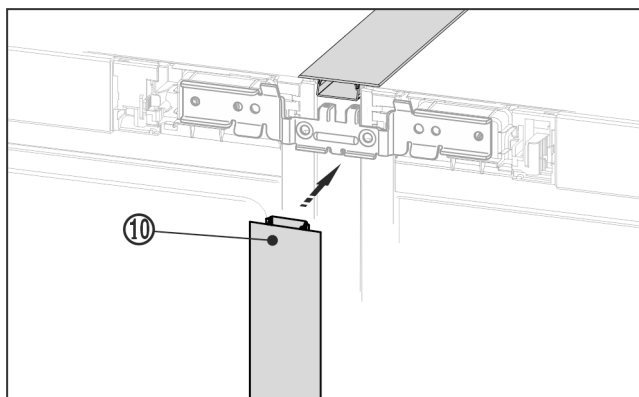

Fig. 22
- Suruge esiküljel pikk katteliist Fig. 22 (10) vertikaalsesse pilusse. Pöörake tähelepanu sellele, et liist toetub ühendusplekile.